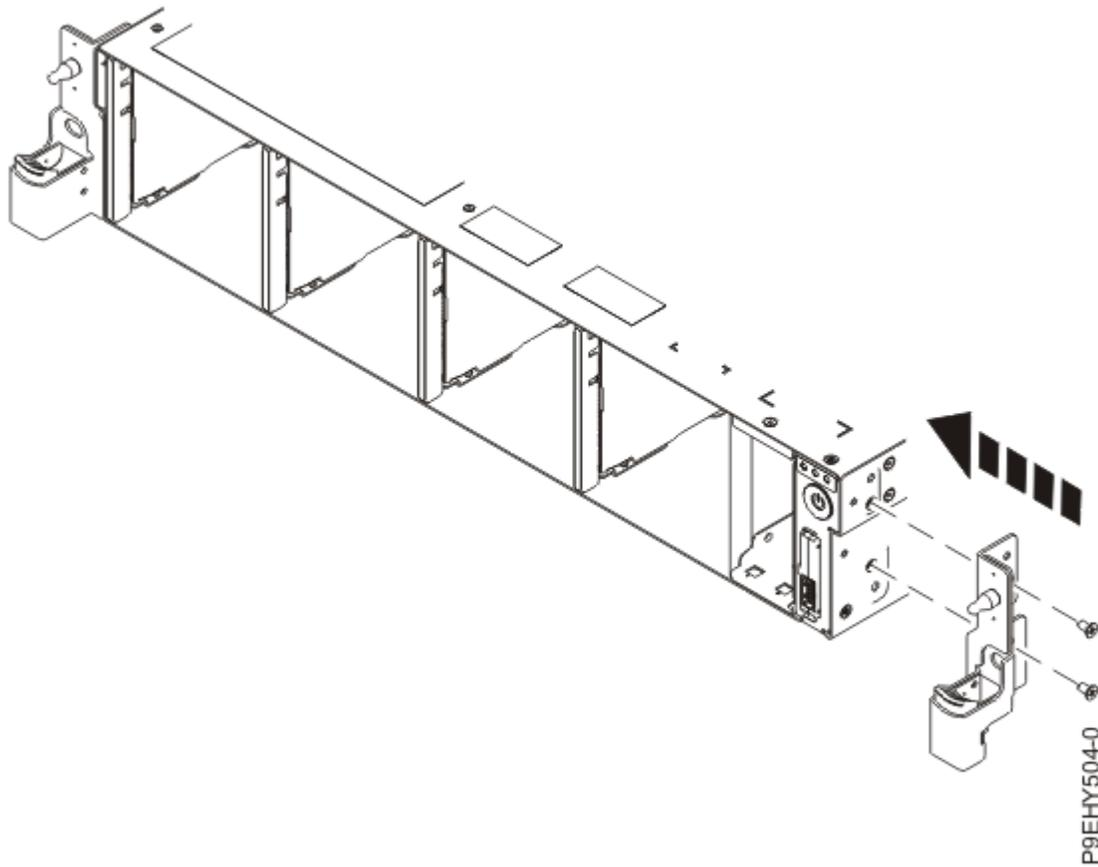

Figure 109. Remise en place du support d'installation en armoire
7. Remettez en place le support d'installation en armoire sur le côté du système (voir Figure 109, à la page 134).